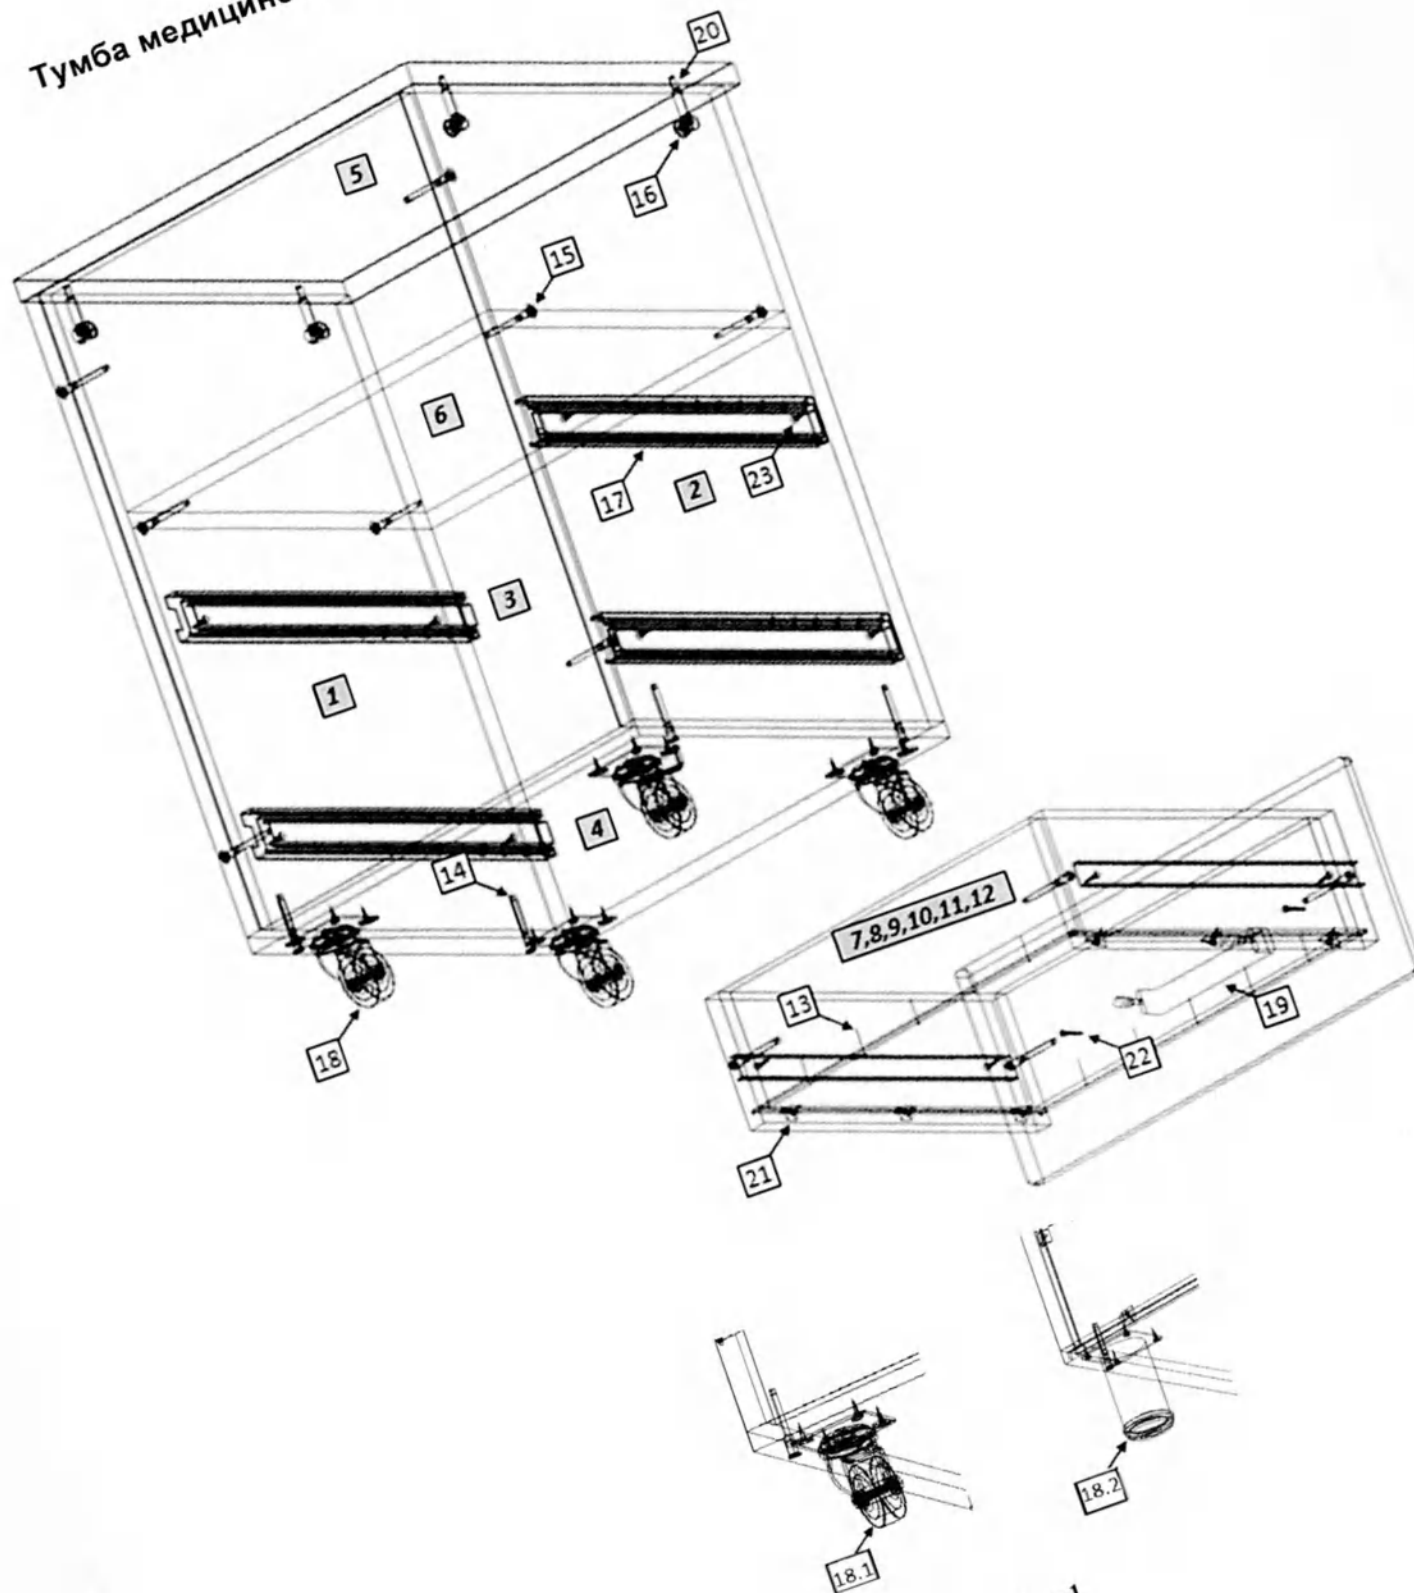

Рис.1
- 1) Внимательно ознакомьтесь со схемой сборки, изображённой на рис.1, сверяясь со спецификацией на изделие. Согласно схеме и спецификации определите расположение деталей в изделии и порядок их сборки. Сборка производится на ровном полу, укрытом материалом, предотвращающим повреждение покрытия пола и деталей мебели. Подготовьте необходимые для сборки инструменты – плоскую и крестовую отвёртки, молоток, рулетку или линейку.
- 2) На вертикальных боковых стенках (2 и 3) установите цилиндрические части эксцентриковых стяжек (18) в предназначенные для них отверстия; шурупами 4x16 (19) закрепите [- образные части роликовых направляющих (17). На крышке (6) установите штоки эксцентриковых стяжек (18).
- 3) Евровинтами (15), как показано на рис.1, соедините вертикальные стенки (2 и 3) с горизонтальной стенкой (5). Установите крышку (6). Затяжка соединения производится путём поворота стяжек эксцентриковых (18) до упора в направлении стрелки, выштампованной на корпусе стяжки. На видимые головки евровинтов (15) установите заглушки (16).
- 4) Шурупами (20) соедините каркас собранной тумбы с металлическим каркасом (13). Установите топ (1).
- 5) Сборка ящиков. Евровинтами (15) соедините боковые стенки ящика (7,8) с передней и задней стенками (9,10). Дно ящика (12) закрепите к передним и задним стенкам (9,10) гвоздями (14). Установите роликами назад [- образные части направляющих (17) и закрепите их шурупами 4x16 (19). Шурупами 3.5x30 (20) закрепите фасад (11) к передней стенке ящика (10). Установите на фасад ящика ручку (22). Установите собранные ящики в корпус тумбы.
- 6) В металлический каркас (12) установить колеса (23).